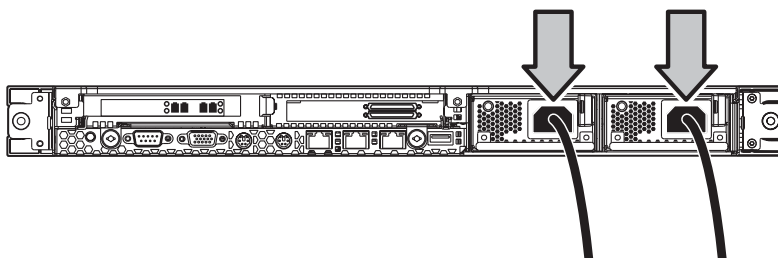

Figure 12 Connexion de la ou des alimentation(s) du nœud à une prise CA
4. Connectez la fiche d'entrée CA de l'alimentation du nœud à une prise d'alimentation CA à l'aide du ou des câble(s) fourni(s) (Figure 12).